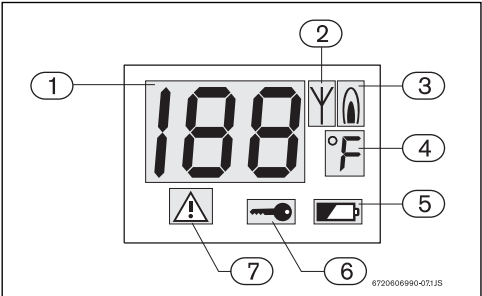

Fig. 15 Pantalla LCD multifuncional
Este aparato dispone de un sistema de mensajes de error. Todo error que genere el calentador aparecerá indicado mediante un código de error que se mostrará en la pantalla (Fig. 15, [pos. 1]) y un símbolo que indicará un "bloqueo de seguridad" (Fig. 15, [pos. 7]). El mando a distancia sólo estará operativo después de presionar la tecla de reinicio del calentador y eliminar el error. Para identificar el tipo de error, o en el caso de que el error no desaparezca, consulte el manual de instalación del calentador.
Cuando las pilas estén agotadas aparecerá en pantalla el símbolo que lo indica (Fig. 15, [pos. 5]).